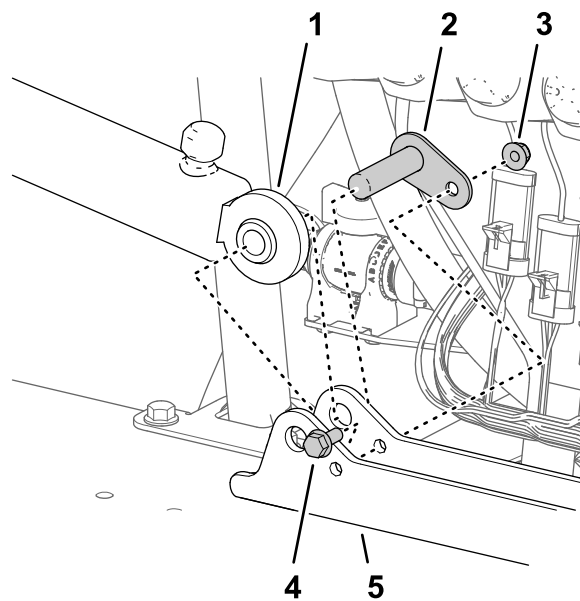

Figura 117
2. Montate il cilindro sul relativo supporto con il perno orientabile, il bullone a testa flangiata e il dado flangiato (Figura 117).
1. Allineate l'estremità fissa del cilindro di sollevamento che avete rimosso al passaggio 3 di Rimozione dei cilindri di sollevamento (pagina 24) al foro da 16 mm sul supporto del cilindro (Figura 117).